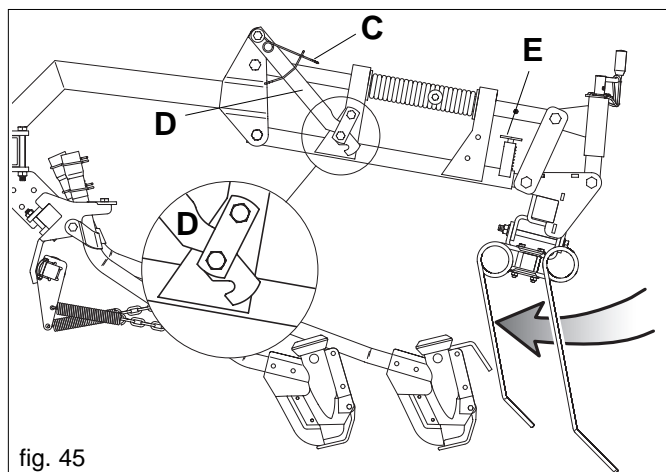

fig. 45
Per il trasporto stradale, i denti dell'erpice copriseme devono essere rivolti verso il basso (Fig. 45).
- 2) Sollevare l'erpice copriseme fino ad agganciare la leva (D Fig. 45).
- 3) Sollevare il perno (E Fig. 45) e far scorrere l'erpice fino al successivo aggancio automatico del perno (E Fig. 45).